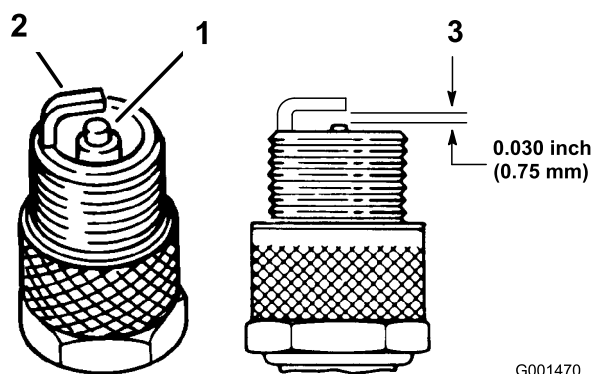

Рисунок 50
- Осмотрите середину каждой свечи зажигания (Рисунок 50). Если вы видите на изоляторе светло-коричневый или серый налет, то двигатель работает должным образом. Черный налет на изоляторе обычно означает, что загрязнен воздухоочиститель.
- Проверьте зазор между центральным и боковым электродами (Рисунок 50). Если зазор неправильный, отогните боковой электрод (Рисунок 50).
3. Присоедините провода к свечам зажигания (Рисунок 50).